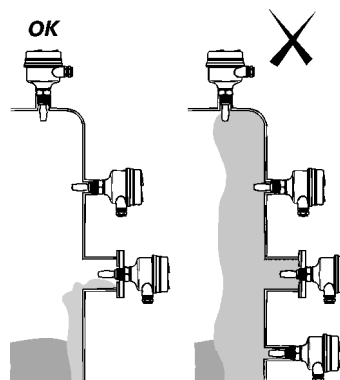

Рис.3. Пример правильной и неправильной установки при наличии налипания на стенке резервуара.
- Обеспечьте достаточное расстояние между наслоениями на стенке резервуара и вилкой (см.рис.3).